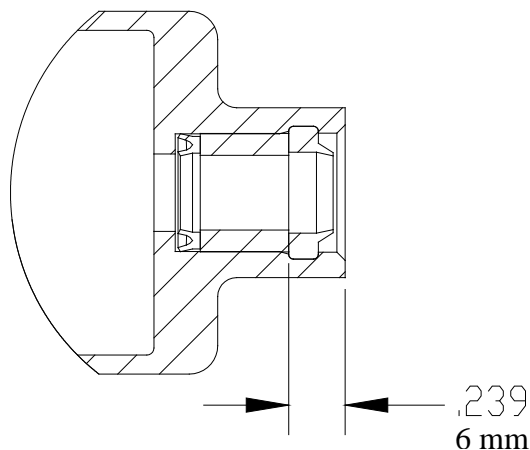

FIGURA 65
- A gaxeta da haste deverá ser substituída se estiver vazando ar pela haste, se tiver sido retirada, ou se o lábio interno apresentar irregularidade ou desgaste. Utilize pinças ou um arame para desencaixar e sacar a gaxeta para dentro e extraí-la do interior do cilindro. Limpe o canal entre o flange do cilindro e o mancal. (Consulte a **Figura 65**.) Aplique Graxa Bettcher® Max-Z-Lube por todo o anel de vedação novo e insira-o no interior da carcaça do cilindro frontal pelo mesmo lado em que foi removido o outro anel. Utilize um objeto com extremidades arredondadas para empurrar uniformemente o anel até sua posição. Certifique-se de que o lábio fique voltado para o lado interno do cilindro, conforme mostrado.
Limpe bem o furo e aplique uma camada fina de Graxa Bettcher® Max-Z-Lube no furo e na gaxeta nova. Instale a gaxeta pela frente, com o lábio voltado para o interior, até que ela esteja totalmente para baixo. Ajuste o mancal de maneira esquadrejada sobre o furo. Depois, utilizando um tarugo de apoio de pouco menos que 12,7 mm de diâmetro, empurre o mancal até que a borda externa fique nivelada com a superfície traseira do canal do raspador a 6 mm da superfície da carcaça do cilindro, conforme mostrado na **Figura 65**. **Não pressione excessivamente, pois isso danificará a gaxeta.** Instale um raspador novo (conforme instruções acima).